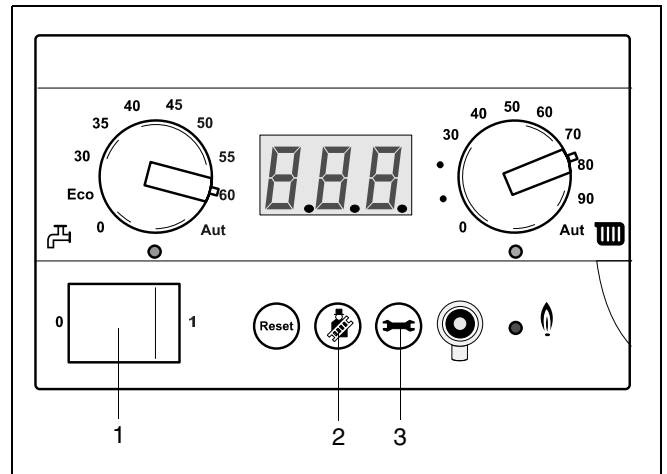

fig. 38 Schoorsteenvegerknop indrukken
- Neem het toestel uit bedrijf door de bedrijfsschakelaar (→ fig. 38, [1]) op stand "0" te zetten.
- Stel het toestel in bedrijf door de bedrijfsschakelaar (→ fig. 38, [1]) op stand "1" te zetten.
- Geef een warmtevraag door de schoorsteenvegerknop (→ fig. 38, [2]) in te drukken, totdat er links-onder in het display een punt wordt weergegeven. Het toestel gaat max. 30 minuten op vollast in cv-bedrijf (schoorsteenvegerbedrijf).
- Breng het toestel in "servicemode" door de schoorsteenvegerknop (→ fig. 38, [2]) tussen 2-5 seconden ingedrukt te houden tot er een niet-knipperende punt rechtsonder in het display verschijnt.
- Druk de schoorsteenvegerknop (→ fig. 38, [2]) en de serviceknop (→ fig. 38, [3]) gelijktijdig in, totdat er **L _ _** in het display verschijnt.
- Druk de schoorsteenvegerknop (→ fig. 38, [1]) en de serviceknop (→ fig. 38, [2]) gelijktijdig in, totdat er $\boxed{L_{-}}$ (bijv. $\boxed{L_{B1}}$) in het display verschijnt.